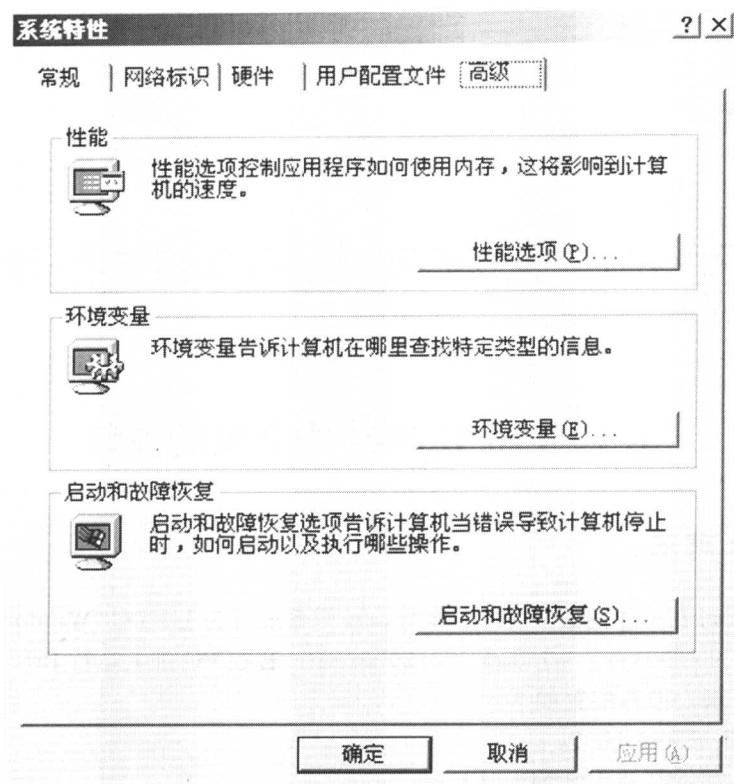
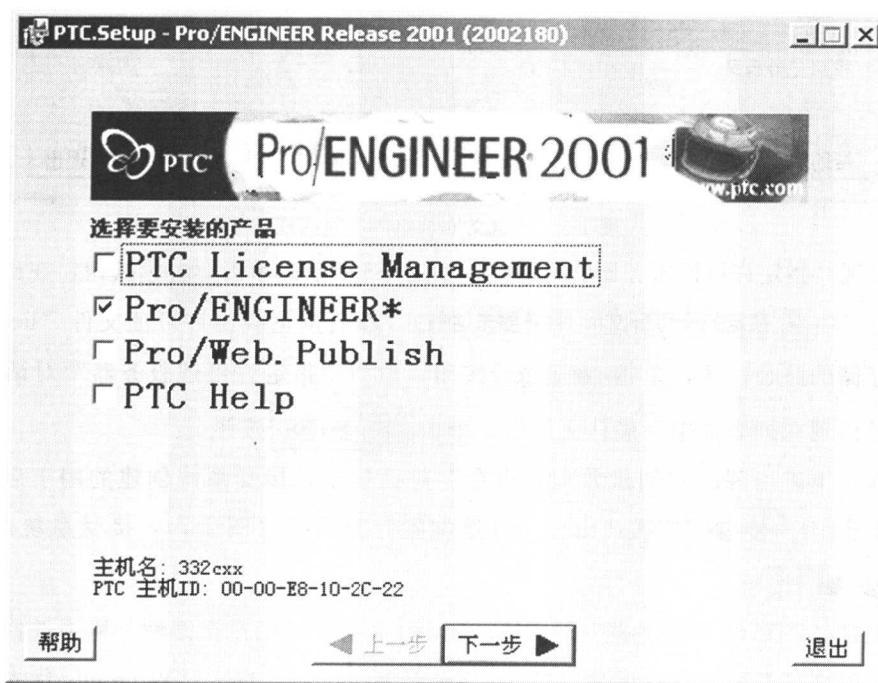

图 1-1 “系统特性”对话框
图 1-4 “选择安装产品”对话框
- (1) 获取 PTC 公司的软件使用授权文件“license.dat”，将其复制到硬盘中备用。
- (2) 设置系统环境变量以获取 Pro/E 2001 良好的中文用户界面。本文以用户常用的 Windows 2000 操作系统为例说明设置系统环境变量的方法：
- ☆ 双击其中的  图标，打开图 1-1 所示的“系统特性”对话框，选取其中的“高级”选项卡；
- ☆ 单击“系统特性”对话框（图 1-1）中的 **确定** 按钮，完成系统环境变量的设置。
- (3) 把 Pro/E 2001 中文版的安装光盘放入 CD-ROM 中，执行 setup.exe 安装程序，系统开始 Pro/E 2001 软件安装的初始化工作。
- (4) 在出现的安装画面中，如图 1-4 所示，选择需要安装的产品。对一般的用户仅需选择“Pro/ENGINEER”选项即可，选中后单击 **下一步 >** 按钮。